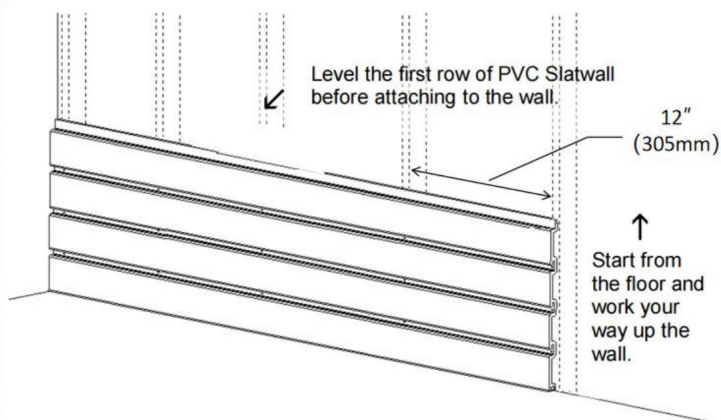

Rysunek 1
1. Zamontuj panel ścienny zgodnie z kierunkiem montażu, patrz rysunek 1.
1. Installeer het slotwallpaneel in de richting van de wand, zie Afbeelding 1.